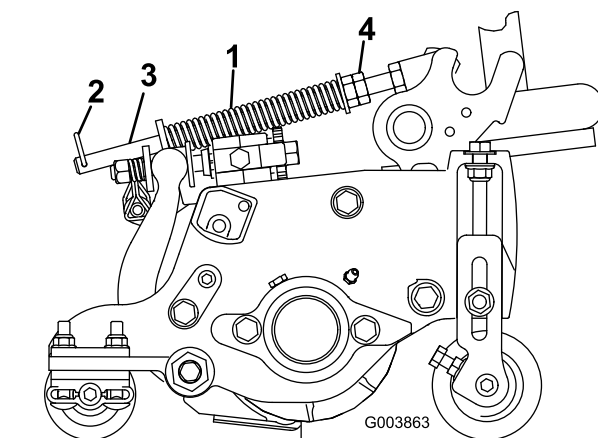

図 14
2. スプリングロッド前部の六角ナットを締め、スプリング圧縮状態の長さが以下の通りになるようにするリールマスター5410の5インチカッティングユニットでは 12.7cm リールマスター 5510 との7インチカッティングユニットでは 15.9cm 図 14 を参照。
ターフ補正スプリング(図 14)は、前ローラから後ローラへと、カッティングユニットの体重移動を行います。これにより、マーセリングやポピングと呼ばれる「波打ったような」仕上がりを防いでいます。
1. ヘアピンコッターがスプリングロッドの後の穴に差し込まれていることを必ず確認しおいてください(図 14)。